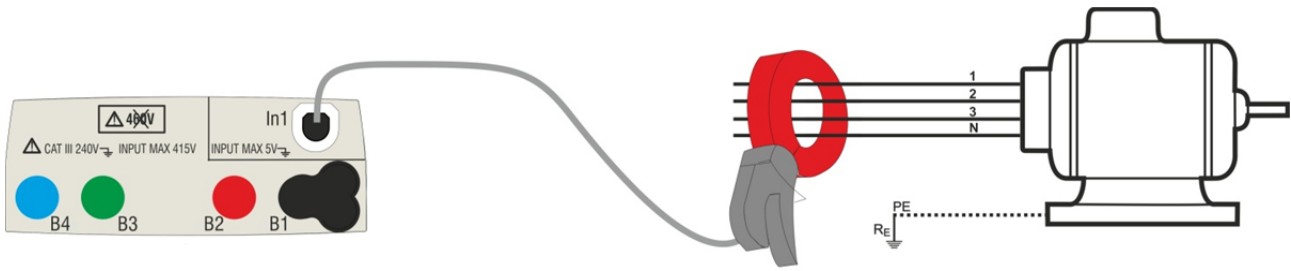

Abb. 26: Indirekte Messung eines Leckstroms in einer dreiphasigen Installation
4. Zur indirekten Messung des Leckstroms schließen Sie die externe Stromzange entsprechend Abb. 26 an. Zur direkten Messung des Leckstroms schließen Sie die externe Stromzange entsprechend Abb. 27 an und trennen Sie alle möglicherweise vorhandenen zusätzlichen Erdungen, welche die Testergebnisse beeinflussen können.